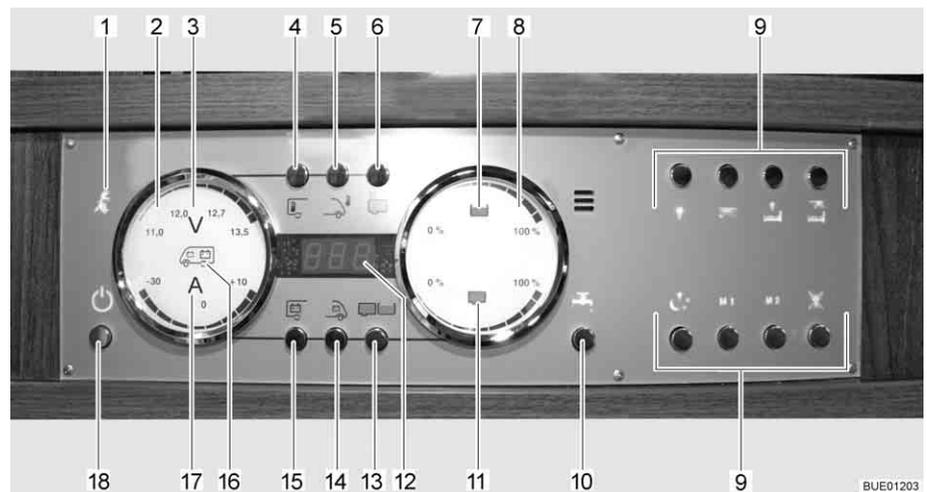

Fig. 133 Painel de controlo LT 510
A luz piloto amarela de 230 V (Fig. 133,1) acende-se, quando à entrada da central elétrica existe tensão de rede.
O interruptor principal de 12 V (Fig. 133,18) liga e desliga o painel de controlo e a alimentação de 12 V do habitáculo.
- Prima por breves instantes a tecla da alimentação de 12 V (Fig. 133,18). É ligada a alimentação de 12 V do habitáculo. A indicação de controlo "12 V" acende-se.
- ▷ Quando depois da ligação, o LED "11,0" da indicação da voltagem assim como o símbolo Volt "V" (Fig. 133,3) ficam a piscar no indicador das baterias (Fig. 133,2), então é porque a tensão da bateria do habitáculo está baixa. Carregue a bateria.
- ▷ Quando depois da ligação a indicação de controlo "12 V" e o símbolo Volt "V" (Fig. 133,3) piscam três vezes, então é porque está ativada a separação da bateria. Desative a separação da bateria.
- Prima por breves instantes a tecla da alimentação de 12 V (Fig. 133,18). É desligada a alimentação de 12 V do habitáculo. A indicação de controlo "Alimentação de 12 V" apaga-se.
- Prima a tecla da bateria do habitáculo (Fig. 133,15) e mantenha-a premida durante aprox. 10 segundos. O símbolo Volt "V" (Fig. 133,3) e a indicação de controlo "12 V" piscam três vezes. A bateria do habitáculo fica desligada da rede elétrica de 12 V.
- Prima a tecla da alimentação de 12 V (Fig. 133,18) e mantenha-a premida durante aprox. 5 segundos. O símbolo Volt "V" (Fig. 133,3) e a indicação de controlo "12 V" piscam três vezes. A bateria do habitáculo está ligada à rede elétrica de 12 V. A indicação de controlo acende-se passados aprox. 5 segundos.
- Prima a tecla Bateria do habitáculo (Fig. 133,15). O símbolo Volt "V" (Fig. 133,3) acende-se. O símbolo Ampere "A" (Fig. 133,17) acende-se de acordo com o nível de carga ou de descarga com luz branca ou vermelha. A tensão da bateria e a corrente da bateria do habitáculo são indicadas através dos LEDs no indicador.
- Prima a tecla Bateria de arranque (Fig. 133,14). O símbolo Volt "V" (Fig. 133,3) acende-se. A tensão da bateria de arranque é indicada através dos LEDs no indicador.
- Prima a tecla Reservatórios (Fig. 133,13). Os símbolos do reservatório de água (Fig. 133,7) e do reservatório de águas residuais (Fig. 133,11) acendem-se. Os níveis de enchimento do reservatório de água (escala superior) e o do reservatório de águas residuais (escala inferior) são indicados por meio de LEDs no indicador.
O símbolo Reservatório de água (Fig. 133,7) ou o símbolo Reservatório de águas residuais (Fig. 133,11) pisca, quando o reservatório de água está vazio, ou o de águas residuais está cheio.